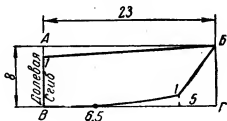

Рис. 256. Построение чертежа основы воротника блузки без вытачки
**Построение чертежа воротника.** Проводят линию плана — 23 см (рис. 256) из расчета  $\frac{1}{2}$  окружности шеи плюс 5 см (на мысик воротника):